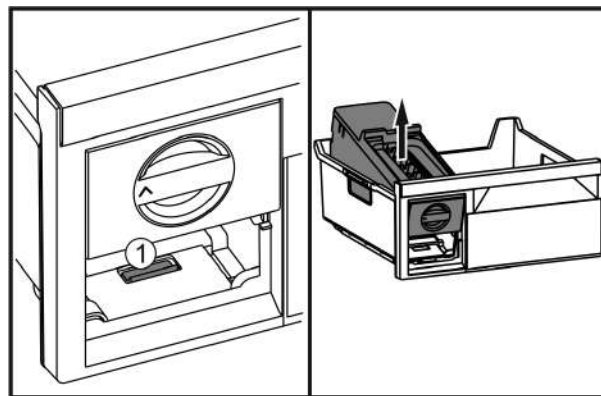

Fig. 37
- Натиснути на накладку Fig. 37 (1), EasyTwist-Ice підняти ззаду і витягнути з висувного ящика для заморожування.